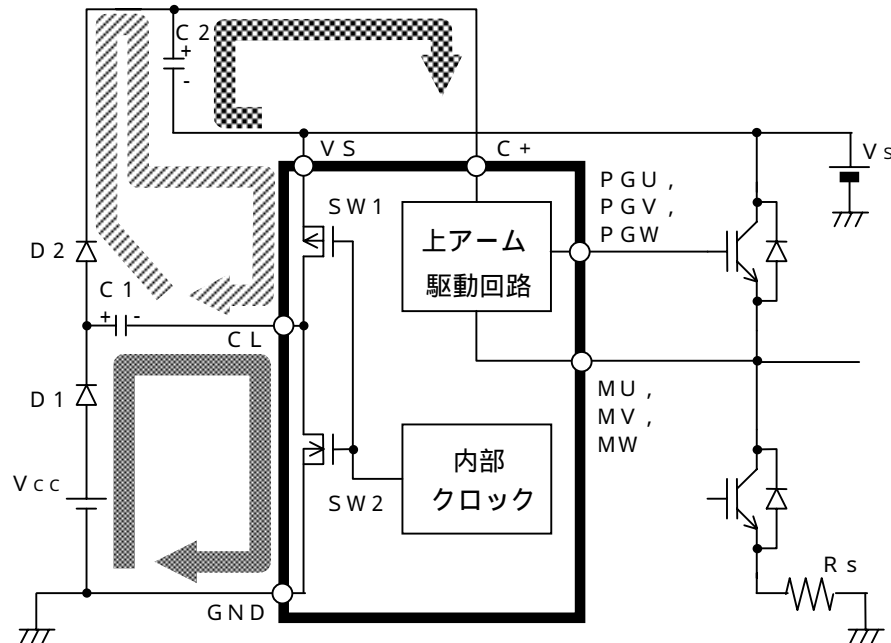

図 10 . チャージポンプ等価回路
- ・ チャージポンプ回路は内部クロック（周波数は三角波発振回路で設定）によって動作します。図 10 で簡単に動作を説明します。S W 1 , S W 2 は内部クロックに同期して交互に O N / O F F 動作を繰り返します。C L 電位が 0 V の時 (S W 1 : O F F , S W 2 : O N)、V c c から D 1 を通って、C 1 コンデンサに電荷を蓄えます（経路 ）。次に S W 1 : O N、S W 2 : O F F により、C L 電位が V s 電位に持ち上がることによって、C 1 コンデンサに蓄えられた電荷は、D 2 を通って C 2 コンデンサに汲み上げられます（経路 ）。この動作を内部クロック周波数で繰り返し、C 2 コンデンサに電荷を充電させて上アーム電源を生成します。この上アーム電源 (C 2) から C + 端子を介して、上アーム駆動回路に電力が供給されます（経路 ）。